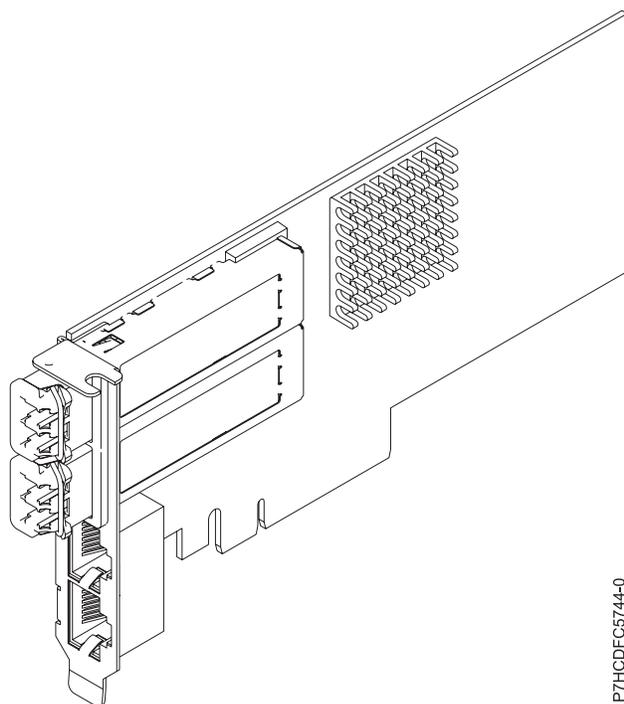

Figure 55. Carte PCIe2 2x10GbE SR 2x1GbE UTP
connexion avec les autres serveurs ou commutateurs du réseau. Chaque port SFP+ (SR) fournit une connectivité Ethernet avec un débit nominal de 10 Gbps (gigabits par seconde) et utilise des câbles twinax SFP+ en cuivre pouvant atteindre une longueur maximale de 5 mètres. Chaque port RJ45 fournit une connectivité Ethernet avec un débit de 1 Gbps. Les fonctions d'agrégation de liaisons et de reprise en ligne de la carte sont idéales pour les applications réseau critiques qui nécessitent redondance et haute disponibilité. La figure 55 présente la carte FC 5745.